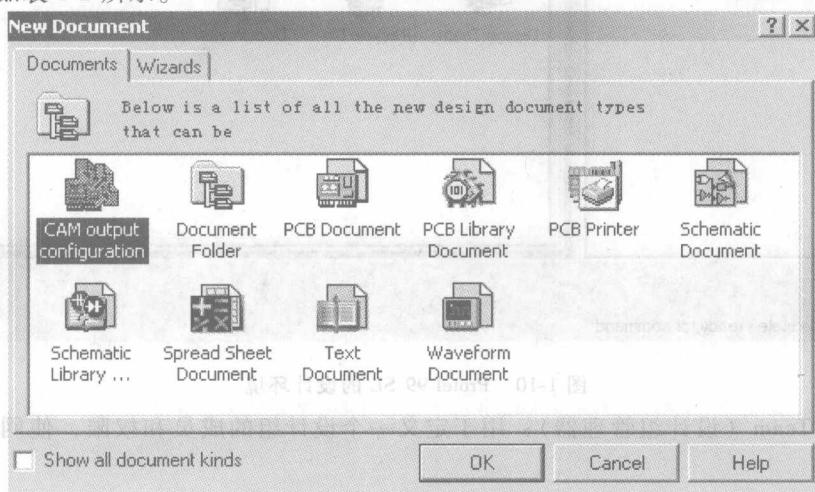

图 1-11 新建文档对话框
- 2) 执行菜单 File/New 命令（或在设计工作区处单击鼠标右键会弹出快捷菜单，然后执行 New 命令），此时系统打开 New Document（新建文档）对话框，如图 1-11 所示。图中各图标的功能如表 1-2 所示。